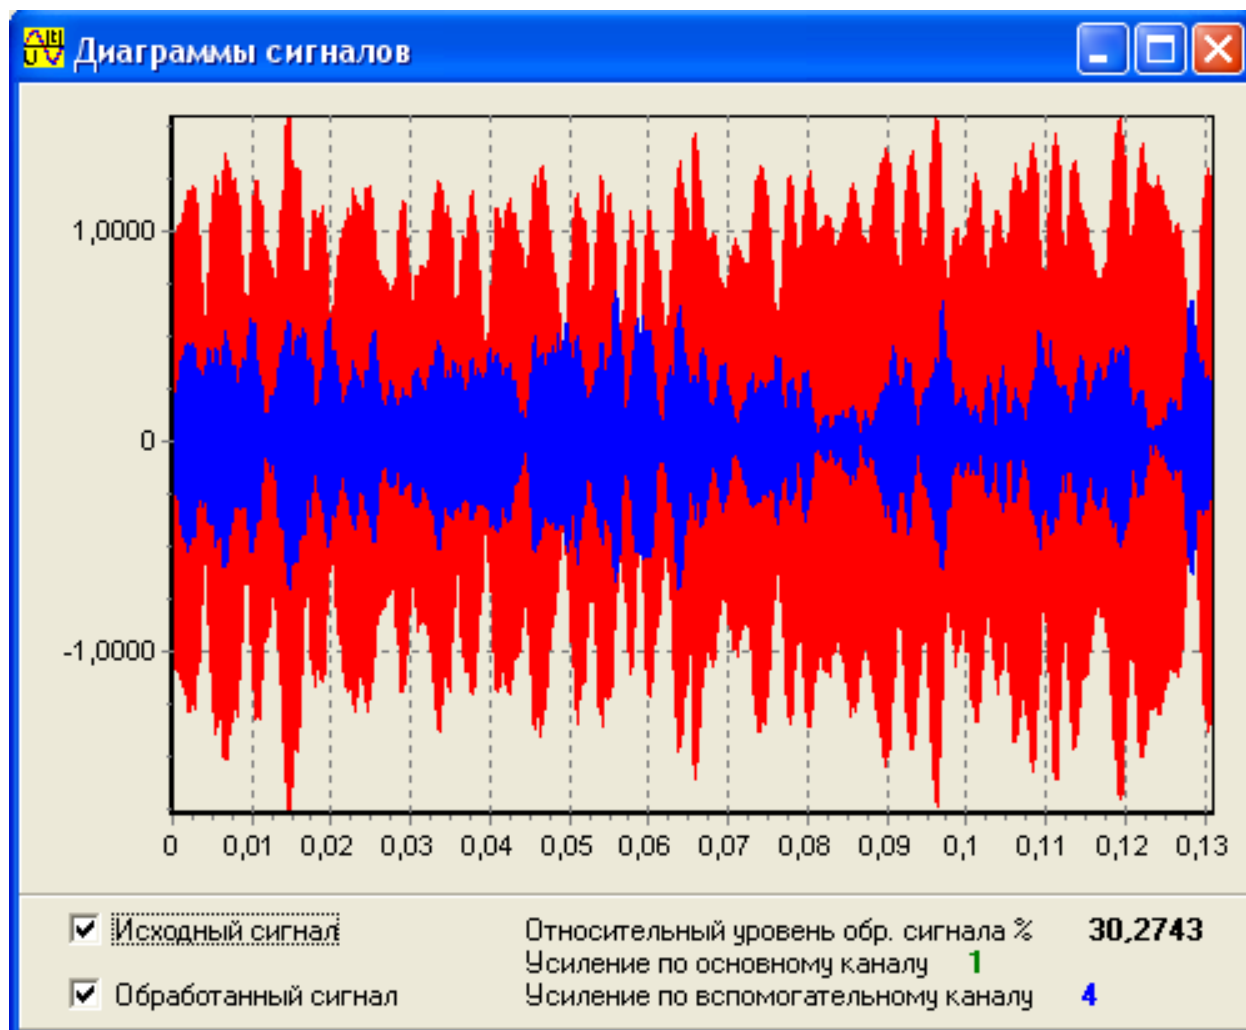

Рисунок 7
4.8 \*Измерение уровня заполнения для определения площади поперечного сечения самотечных трубопроводов и коллекторов производится блоком измерения вспомогательным – БИВ (смотри рисунок 7 приложения В).
При выборе этого пункта меню появляется окно «**Диаграммы сигналов**» (Рисунок 7).